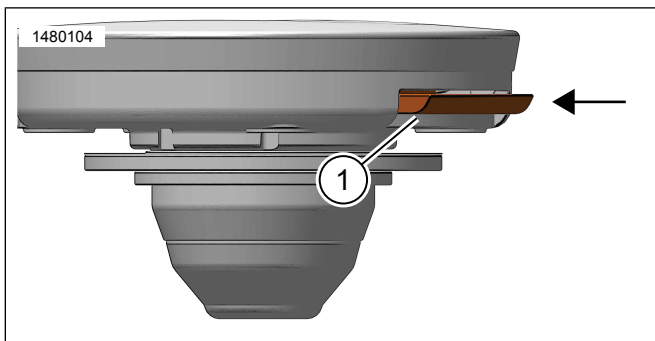

Figure 8. Onglet de verrouillage
- Voir la Figure 8. Utiliser un tournevis ou un autre outil pour enfoncer complètement l'onglet de verrouillage (1) afin de positionner correctement le cylindre de verrouillage.